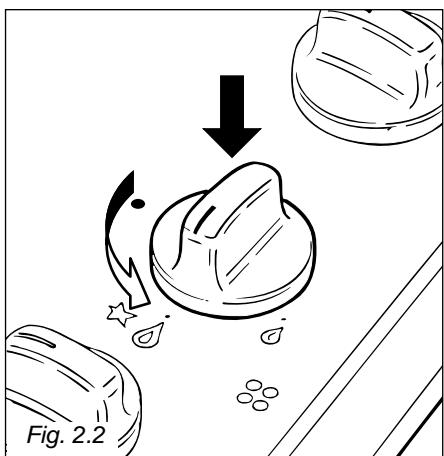

Fig. 2.2
- 1 – Ruotare la manopola del rubinetto gas in senso antiorario, fino alla portata massima (fig. 2.2).